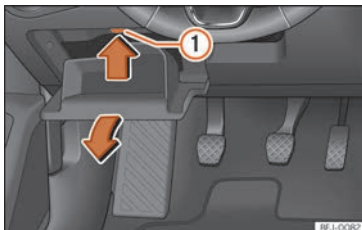

Abb. 52 Auf der Fahrerseite in der Instrumententafel (Linkslenker): Abdeckung des Sicherungskasten.
- Ablagefach auf der Fahrerseite öffnen »» **Abb. 52**.
- Rastnase »» **Abb. 52** ① in Pfeilrichtung nach oben drücken und gleichzeitig Ablagefach weiter öffnen, bis der Sicherungshalter zugänglich ist.